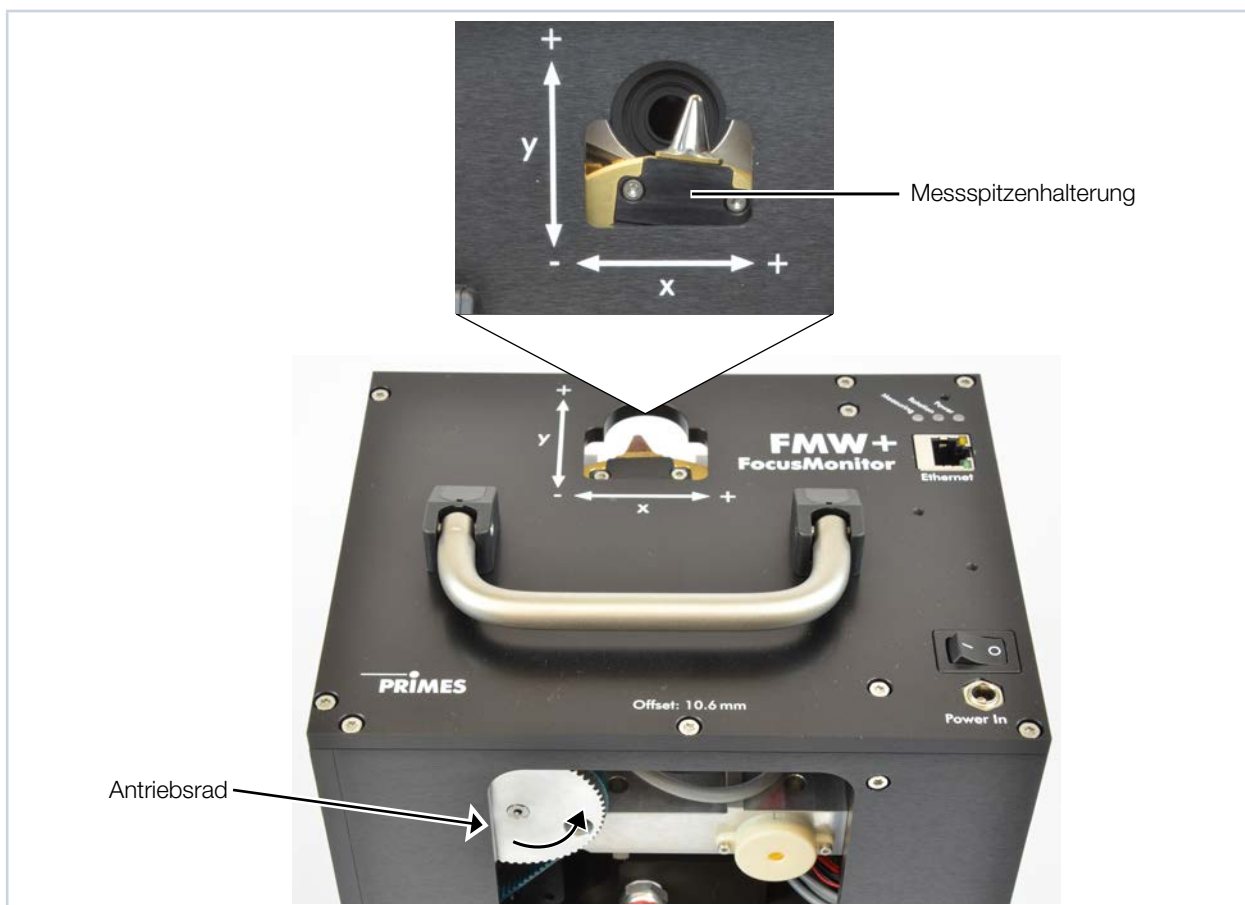

Abb. 13.1: Drehscheibe ins Messfenster bewegen
2. Drehen Sie das Antriebsrad (siehe Abb. 13.1) solange gegen den Uhrzeigersinn, bis die Drehscheibe in positiver y-Richtung ca. 15 mm in das Messfenster hineinragt.